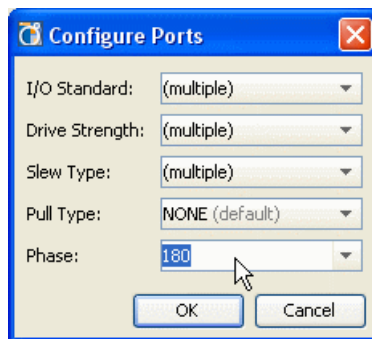

図 8-36 : [Configure Ports] ダイアログ ボックス
2. [I/O Ports]、[Package Pins]、または [SSN Results] ビューで、選択したポートを右クリックして [Configure I/O Ports] をクリックします (322 ページの図 8-36)。